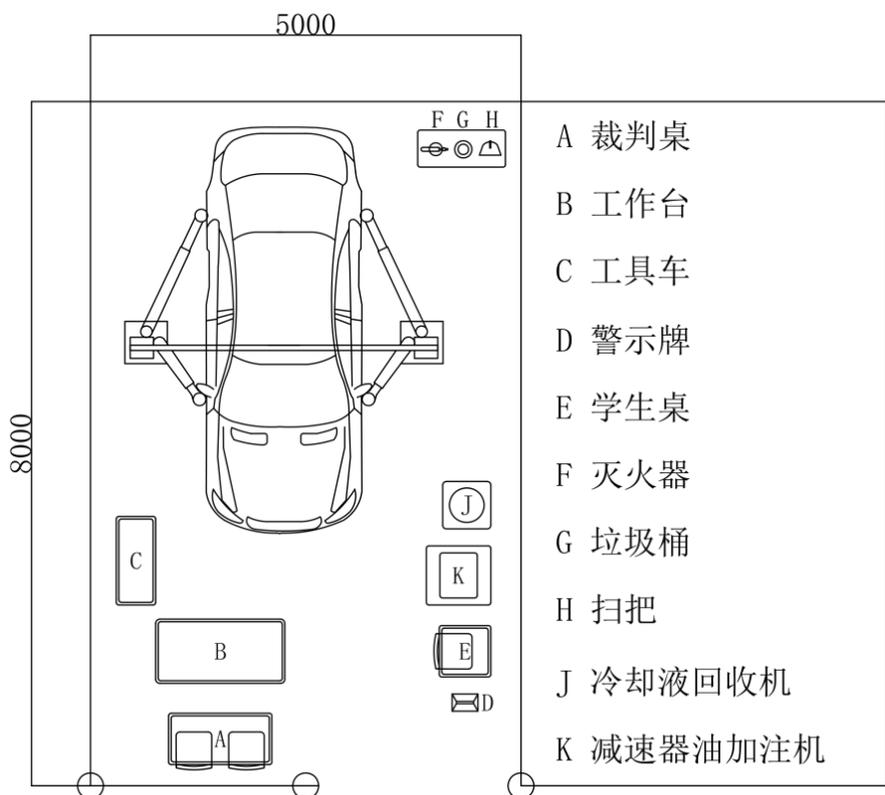
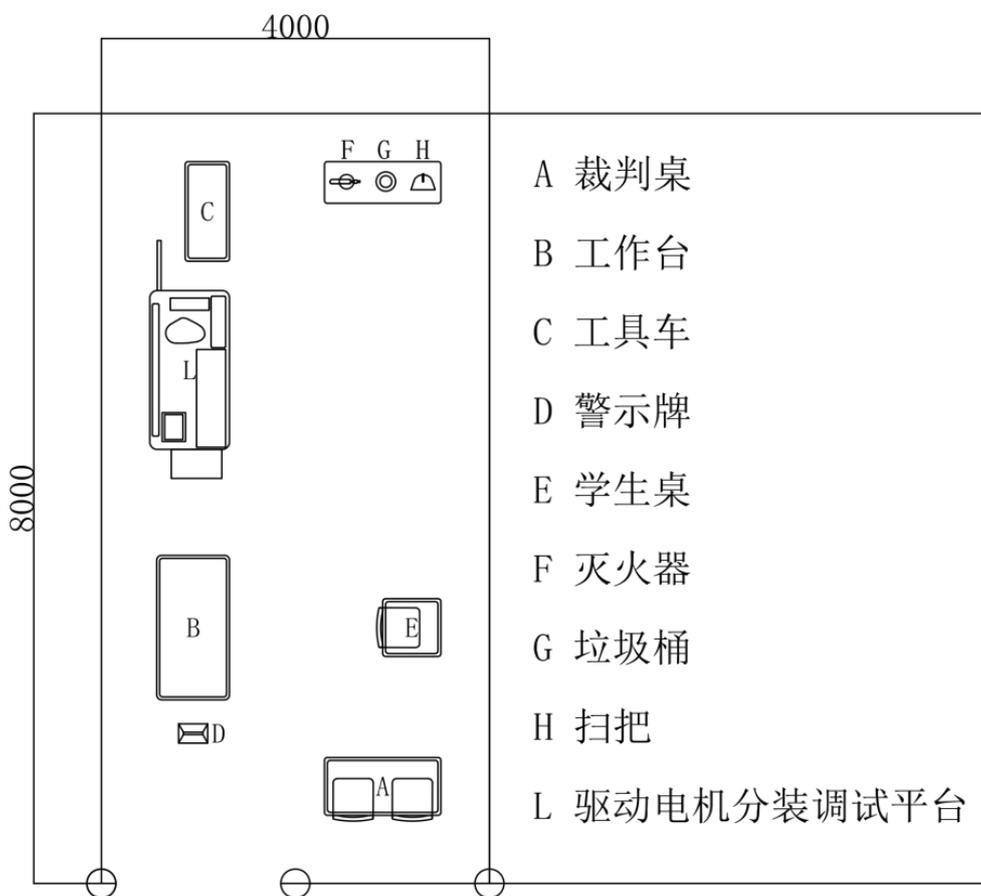
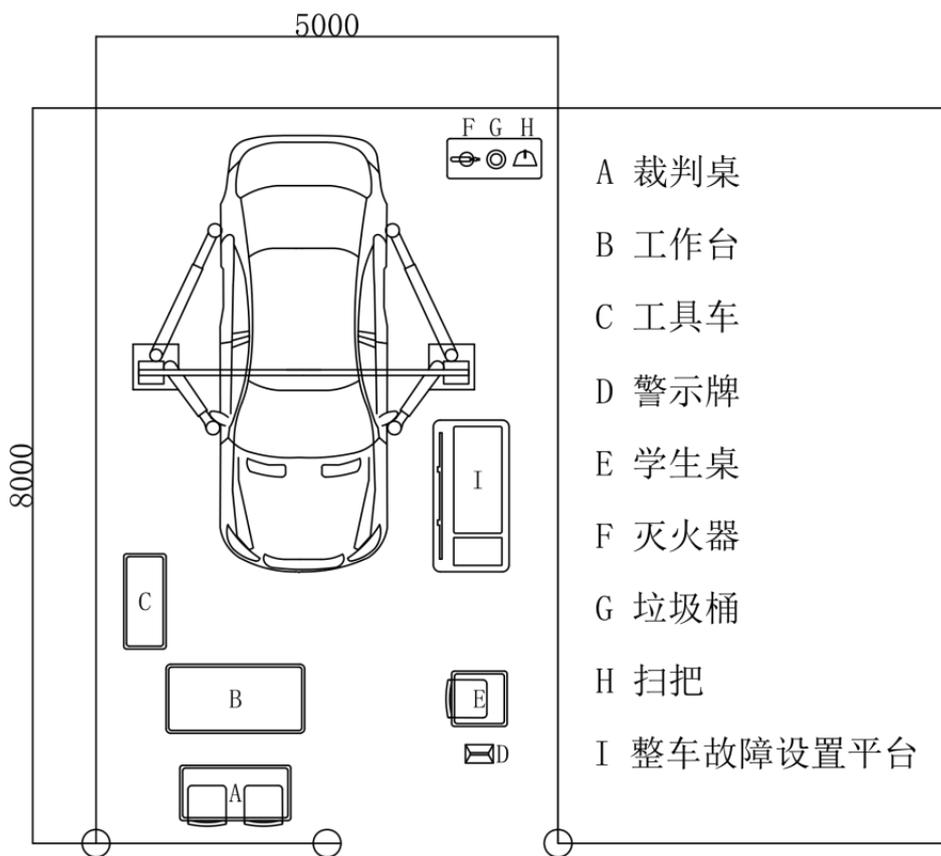

图 1 新能源汽车维护与动力蓄电池检测竞赛工位布置图
图 2 电驱动总成装调与检修竞赛工位布置图
图 3 新能源汽车简单故障诊断与排除工位布置图
3. “新能源汽车简单故障诊断与排除”和“新能源汽车维护与动力蓄电池检测”共用竞赛场地，每个工位占地面积约 40 m²，提供 220V 交流电，插座带漏电保护器和接地保护，能承载功率 7kw、电流 32A 以上的负载，作业工位铺设绝缘垫；“电驱动总成装调与检修”单独设置竞赛场地，每个工位占地面积约 40 m²，提供高压气源（压力不低于 300KPa），提供 220V 交流，插座带漏电保护器和接地保护，能承载功率 7kw、电流 32A 以上的负载；竞赛场地净空高度不低于 4.2m（比赛工位数量根据最后报名参赛队数量调整），实操竞赛工位布置如图 1、图 2、图 3。